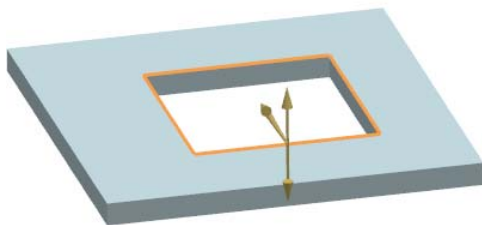

图 5-4 对称除料示意图
(3) 对称深度：勾选此复选框，选择在深度方向向两侧沿着法向对称除料，示意图如图 5-4 所示。